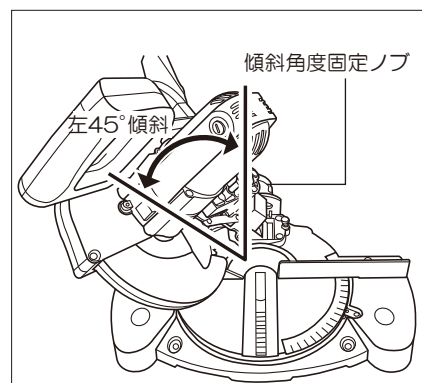

図27
- 本機後部の傾斜角度固定ノブをゆるめ、本機を左に傾斜させます。(図27参照)